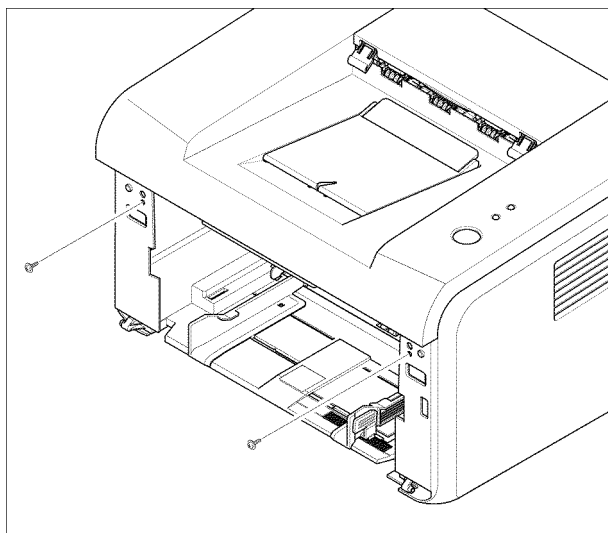

Рисунок 1
4. Выкрутите 2 винта, рисунок 1.